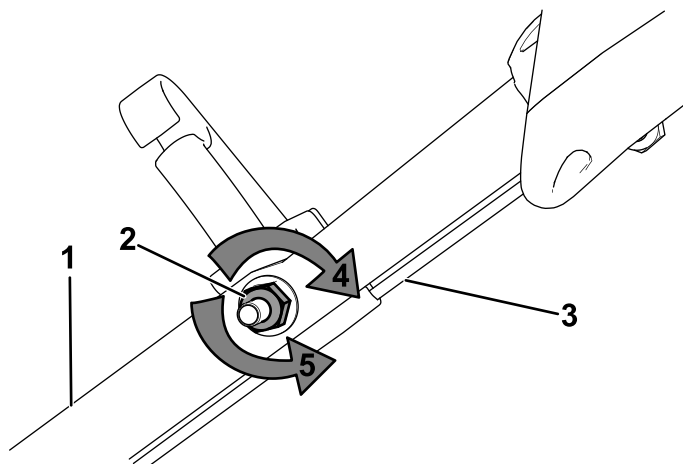

Рисунок 31
1. Поверните регулировочную гайку против часовой стрелки, чтобы ослабить натяжение троса (Рисунок 31).
2. Отрегулируйте натяжение троса (Рисунок 31), потянув его назад или вперед, затем удерживайте в этом положении.